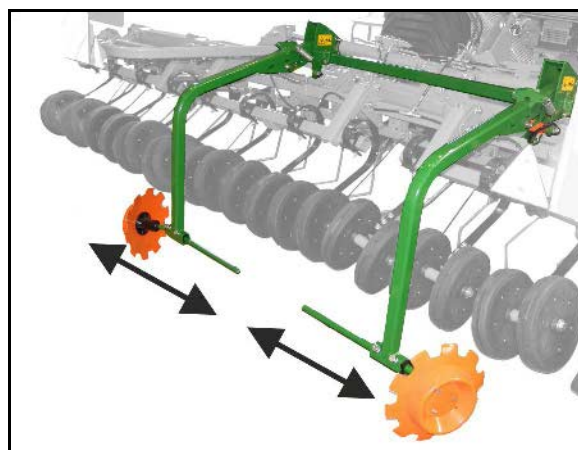

Fig. 59
- устройство переключения техколеи закрывает в распределительной головке посредством заслонки (Рис. 59/1) подвод посевного материала к семяпроводам (Рис. 59/2) сошников техколеи;
Подача посевного материала к сошникам техколеи прерывается, как только электромотор (Рис. 59/3) закрывает соответствующие семяпроводы (Рис. 59/2) в распределительной головке.
Датчик (Рис. 59/4) проверяет, надлежащим ли образом работают заслонки (Рис. 59/1), открывающие и закрывающие семяпроводы (Рис. 59/2).